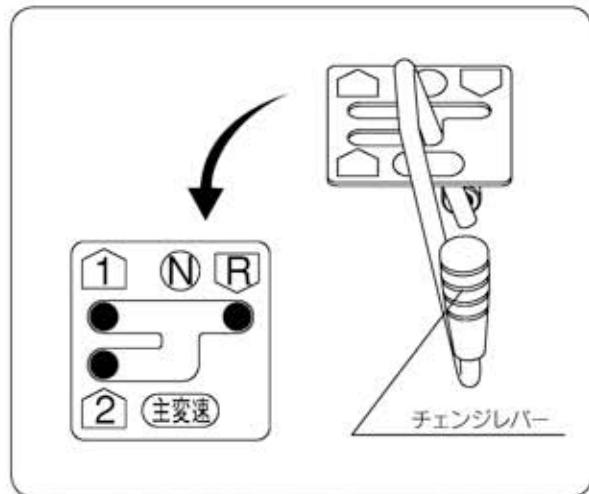

図19
- ① 低速の【前進後進】のチェンジの切替えは主クラッチを切らなくても切替操作ができます。(図19)